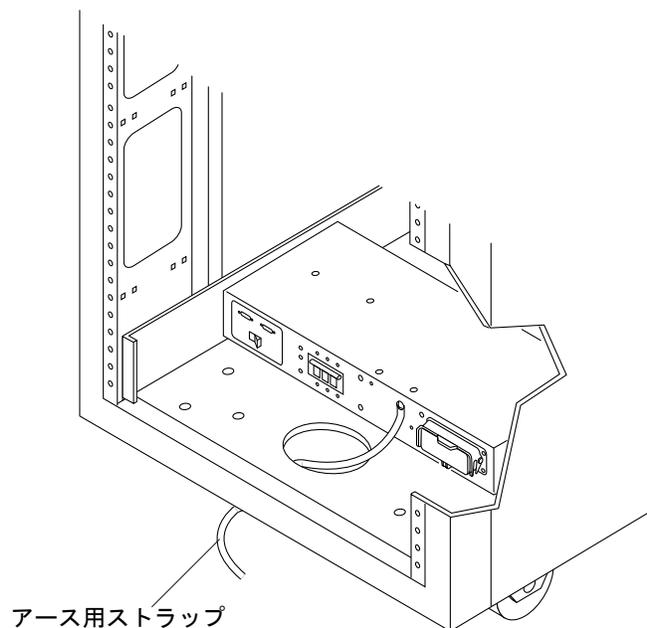

図 3-5 正面の電源シーケンサへのアース用ストラップの接続
3. アース用ストラップのもう一方の端を、記憶装置システムの正面の電源シーケンサにねじで留めます (図 3-5)。